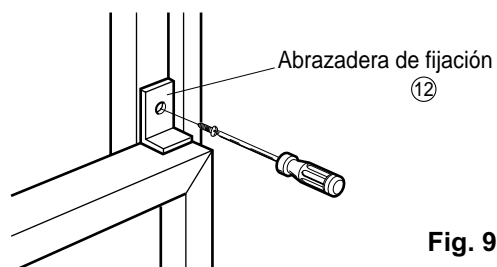

Fig. 9
12. Agregue la abrazadera de fijación ⑫ con un tornillo Tipo C ⑦ (ver Fig. 9)